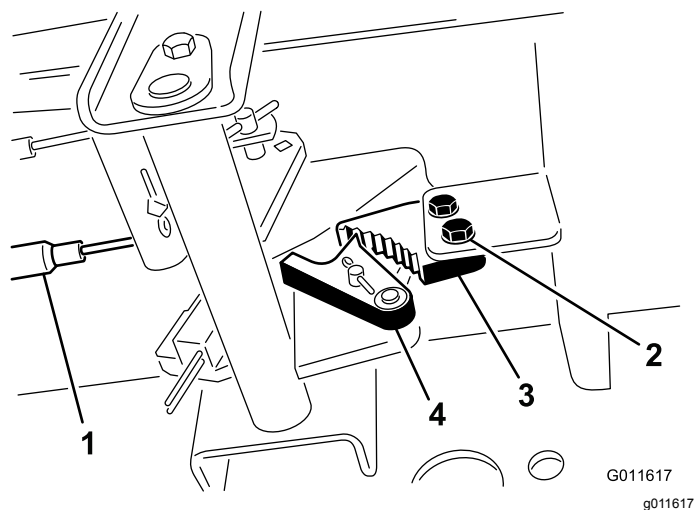

Figura 88
1. Allentate le due viti che fissano il nottolino del freno di stazionamento al telaio (**Figura 88**).
2. Premete in avanti il pedale del freno di stazionamento finché il fermo non s'innesta completamente nel nottolino del freno (**Figura 88**).